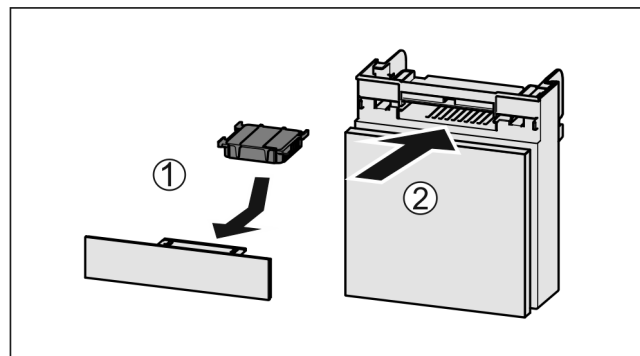

Fig. 141
- Actiefkoolfilter overeenkomstig afbeelding aanbrengen Fig. 141 (1).
- Lade erin schuiven Fig. 141 (2).